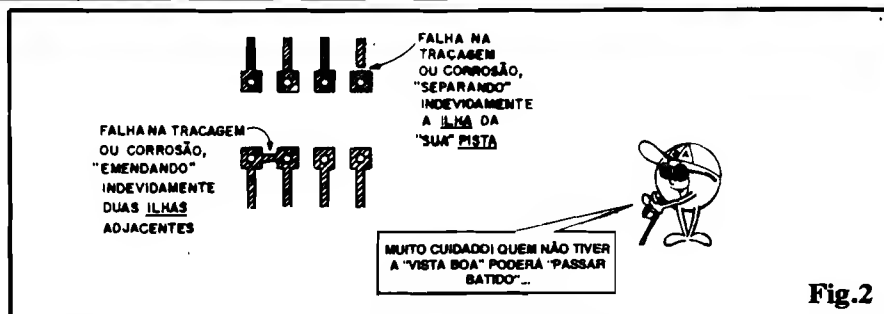

Fig.2
- FIG. 2 - FALHAS TÍPICAS DURANTE A CORROSÃO - Muito bem... A traçagem foi - seguramente - **bem feita** e conferida... Porém, durante a corrosão ("ataque" dos ácidos sobre a película cobreada, mergulhada na solução de perclorato de ferro...), por uma série de motivos (temperatura ou concentração da solução, tempo da operação, etc.) também podem surgir falhas ou defeitos **sérios** no Impresso! A fig. mostra os dois defeitos **mais comuns**, nessa categoria:
envolvendo bem o terminal. As chances de que a conexão esteja MUITO BOA são melhores do que 99%. Uma ligação com esse "jeitão" apenas dará "xabú" se houver trincamentos ou falhas na pista (ver fig. 2...) ou se o próprio componente (Integrado) estiver "danado" por dentro...